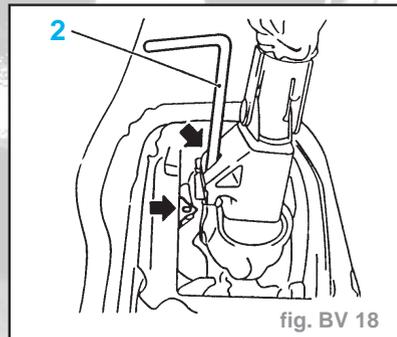

fig. BV 18
- Faire pivoter le levier de vitesses vers la gauche pour bloquer les orifices dans le levier de vitesses et le boîtier du levier de vitesses (flèches) à l'aide de la tige de réglage **KM-527-A** (2) (fig BV. 18).